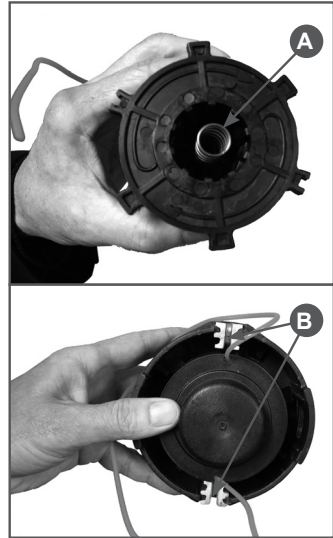

Рис. 22 Установка катушки в корпус
- Установите в катушку пружину (Рис. 22А). Установите катушку с кордом в корпус и зафиксируйте концы корда в специальных пазах. Концы корда должны находиться против направляющих, установленных в корпусе катушки (Рис. 22В).